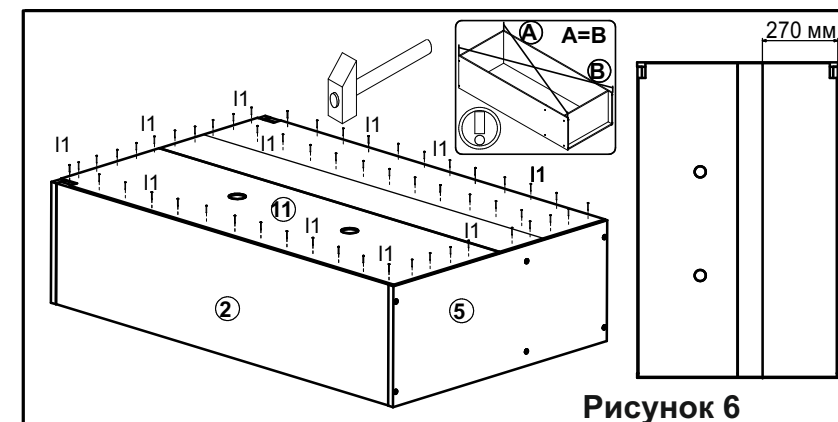

Рисунок 6
- Положить корпус шкафа настенного фасадными кромками вниз на ровную поверхность и выровнять его, измеряя рулеткой расстояние между противоположными углами по диагонали. Расстояния должны быть равными. Закрепить стенку заднюю **11** на корпусе изделия при помощи гвоздей **l1** (**см. рис. 6**).